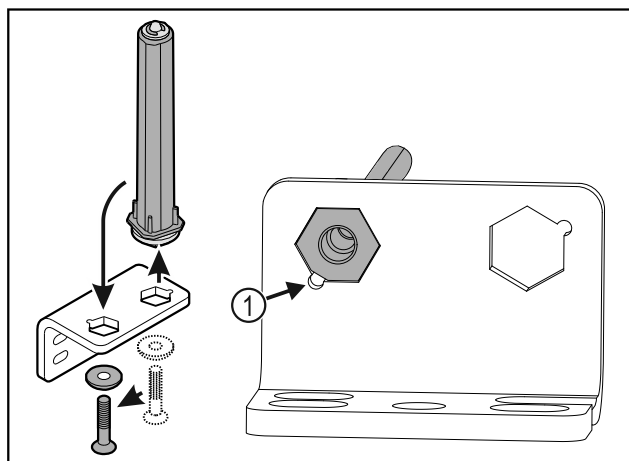

Fig. 35
- ▶ Βεβαιωθείτε ότι κατά την τοποθέτηση η λοξοτομή του πείρου είναι στραμμένη Fig. 35 (1) προς τη στρογγυλή οπή.